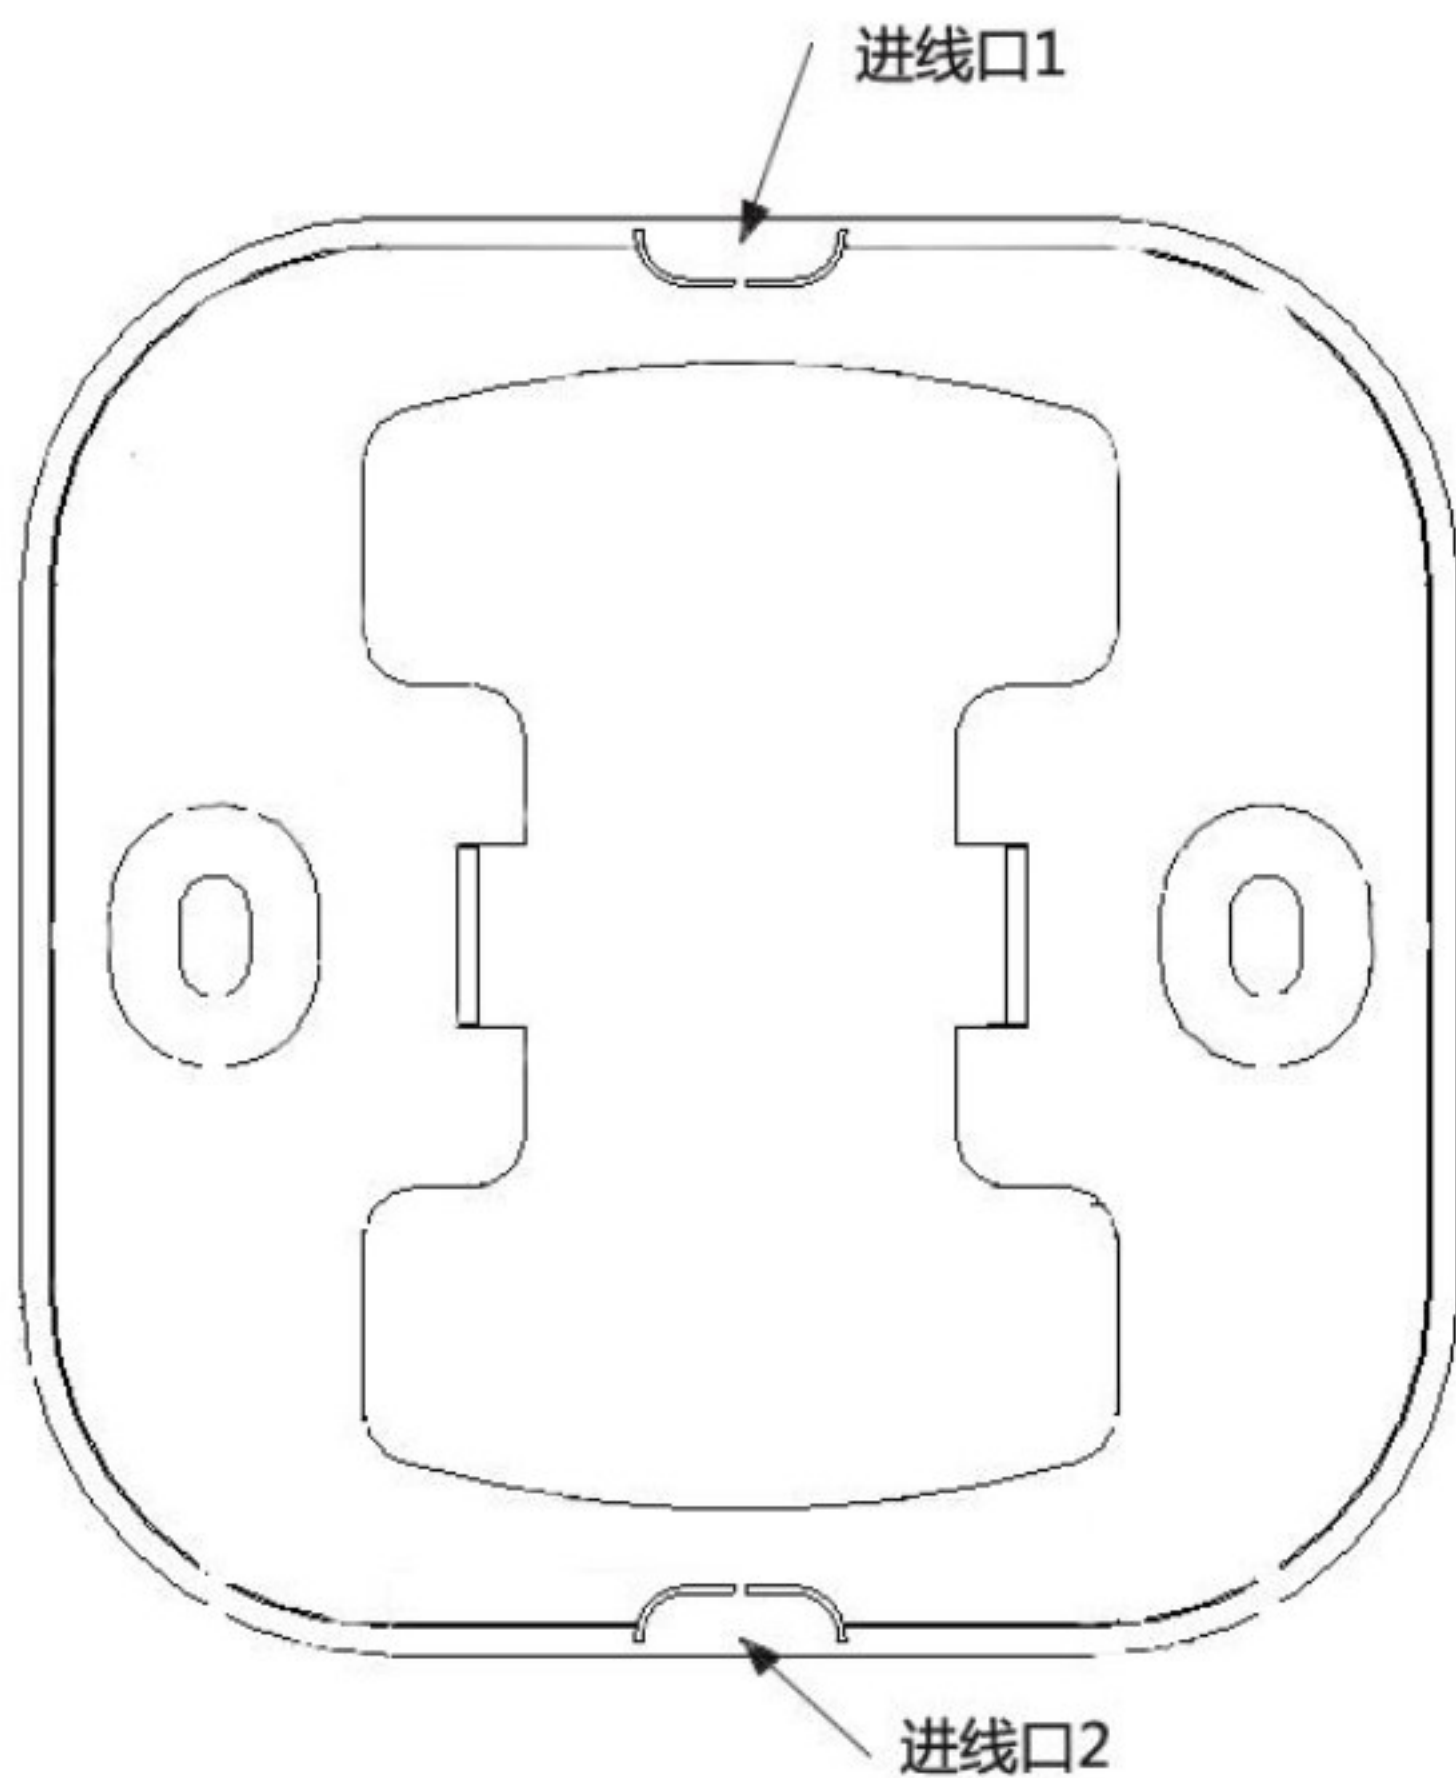

图 6
- 8.2、客户根据接线需求，确定进线方向，在挂板相应位置去除遮挡物，如图 6；